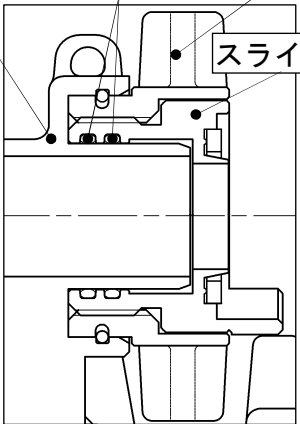

図 9
- ・ハンドルを、表示の S 方向へ回し、スライダを取り外せます。スライダを外し、O リングの点検・交換が可能となります。（図 9 参照）